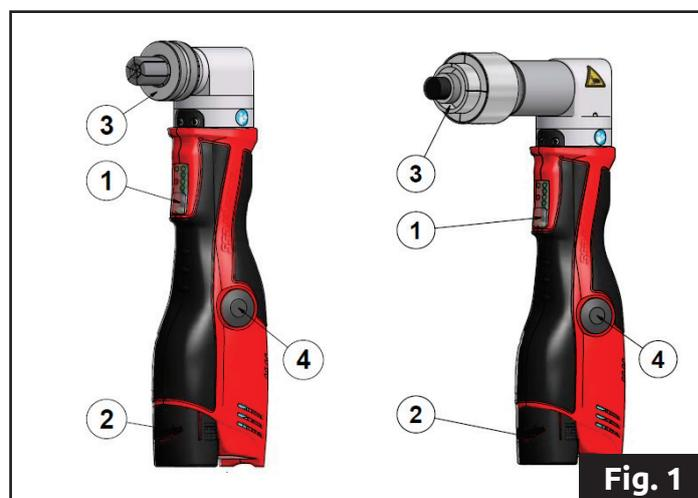

Fig. 1
Il dispositivo allargatore lavora a comando forzato. Durante l'allargatura l'apparecchio rimane nella posizione raggiunta anche se viene rilasciato brevemente il tasto (1) (fig. 1). Il raggiungimento della forza di disinnesto prevista può essere percepito attraverso l'aumento del numero di giri del motore e l'evidente rilascio del carico dell'apparecchio. Dopo il rilascio del tasto (1) (fig. 1) l'apparecchio ritorna alla posizione iniziale. Per motivi di sicurezza il comando forzato si avvia solo al raggiungimento di una forza minima. Prima di aver raggiunto questa forza il processo di allargatura può essere interrotto in ogni momento con il rilascio del tasto (1) (fig. 1). L'apparecchio ritorna automaticamente alla posizione iniziale.
In caso di guasto il pulsante di sbloccaggio (4) (fig. 1) serve a riportare l'apparecchio alla sua posizione di partenza prima del termine del processo di allargatura. A tale scopo, premere il pulsante di sbloccaggio (4) (fig. 1) finché la testina allargatrice (3) (fig. 1) non è tornata completamente indietro.